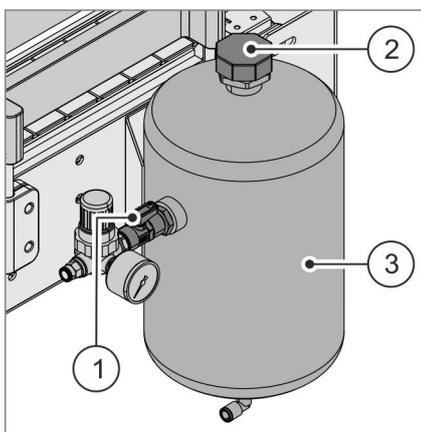

Abb. 51 Druckbehälter befüllen
01. Kugelhahn **Abb. 51**/① am Druckregler 90° versetzt zur Fließrichtung stellen.
- ▶ Der Druckbehälter **Abb. 51**/③ wird entlüftet.
02. Verschlusskappe **Abb. 51**/② am Druckbehälter öffnen.
04. Verschlusskappe **Abb. 51**/② am Druckbehälter schließen.
05. Kugelhahn **Abb. 51**/① am Druckregler in Fließrichtung stellen.